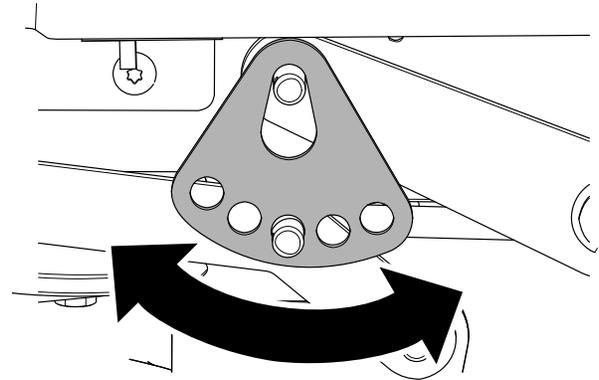

Figura 71
7. Gire la pletina de altura de corte hasta un orificio diferente, de modo que sostenga el peso de la carcasa del cortacésped después de instalar la pletina (Figura 71).
8. Instale la arandela y la chaveta (Figura 71).